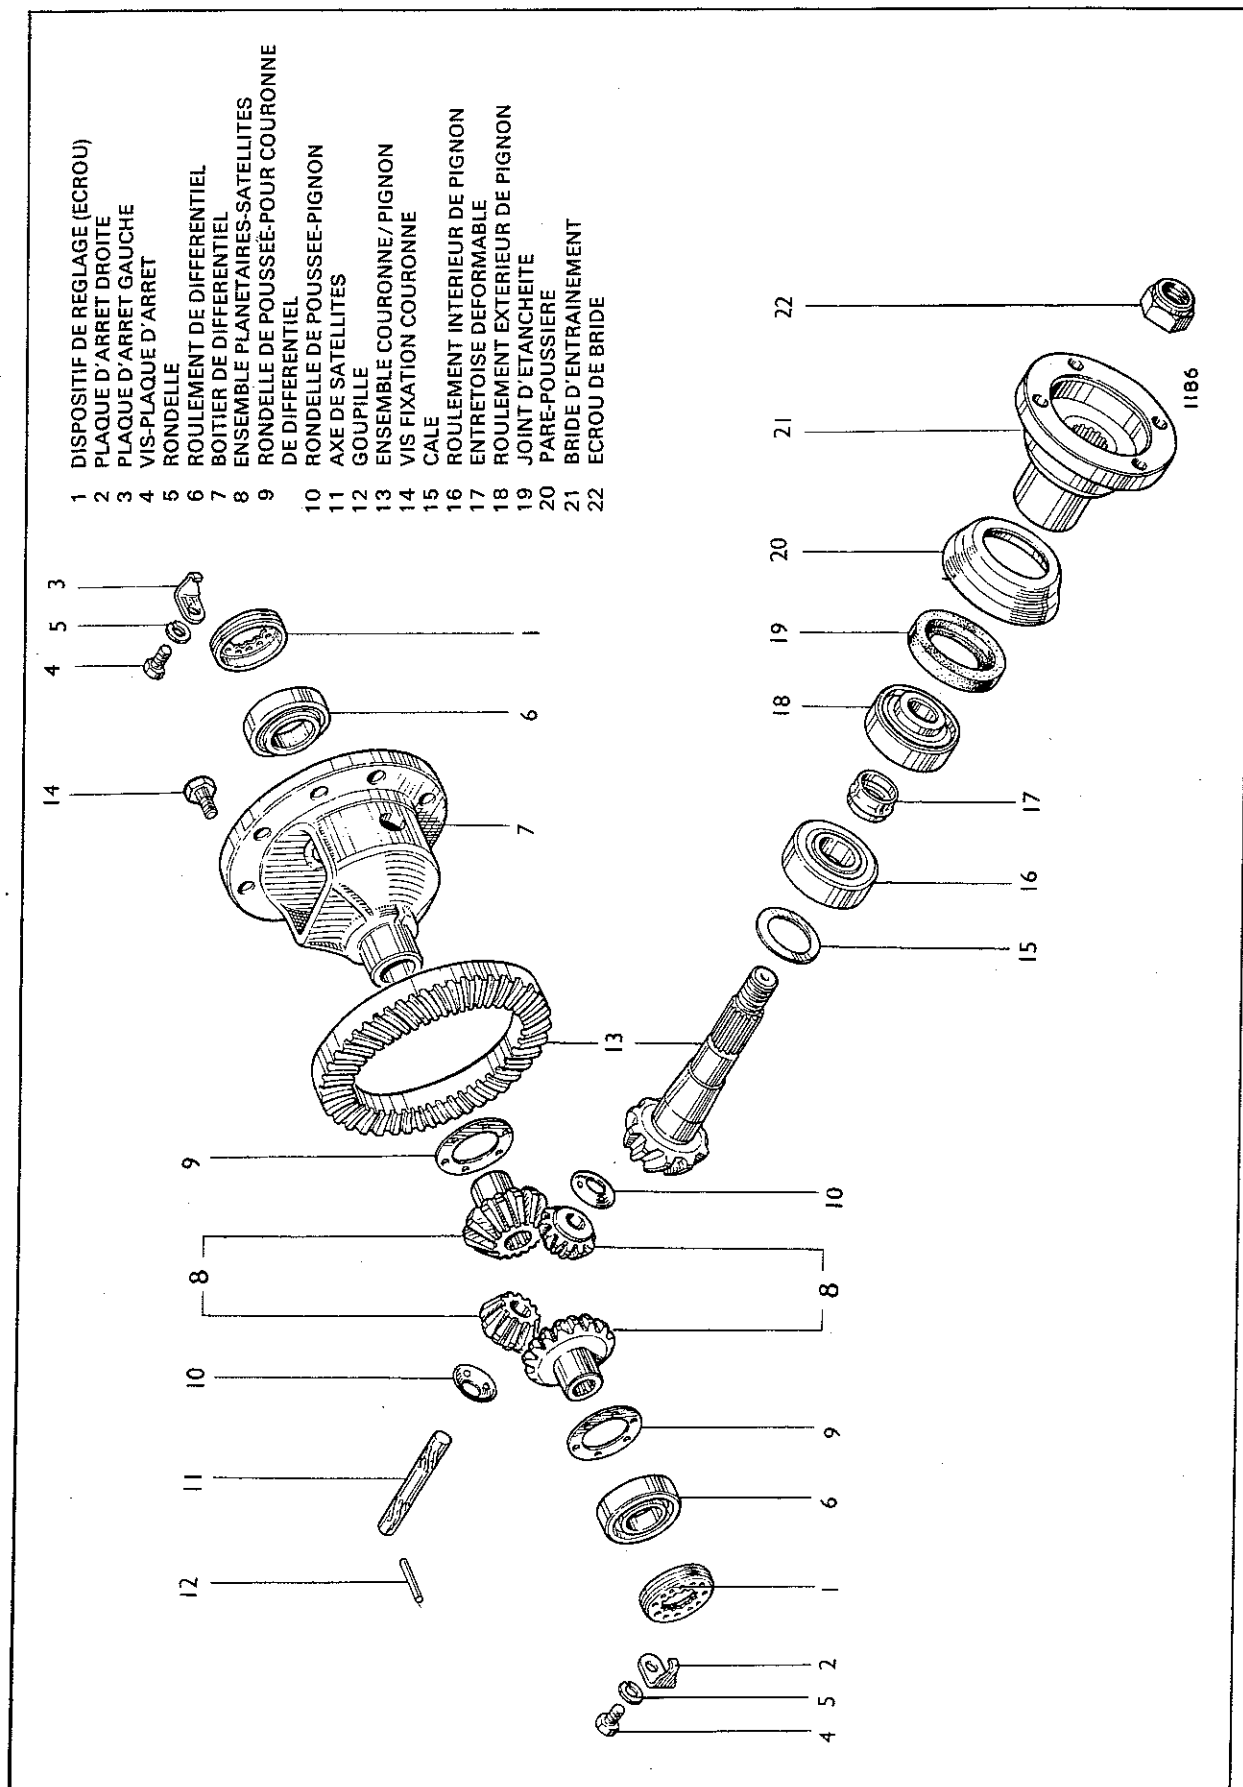

Fig. 9 Eclaté de différentiel.
En se reportant à la figure 9, déposer les vis de blocage (4) et les arrêts (2) et (3) des chapeaux de roulements.
Désassemblage (Fig. 9)
la bride (21) figure 9.